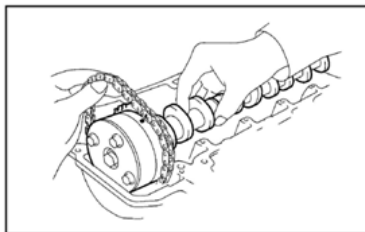

Рисунок II-33
9. Удерживайте цепь ГРМ руками как показано на рисунке и снимите распределительный вал впускных клапанов. (см. Рисунок II-33)